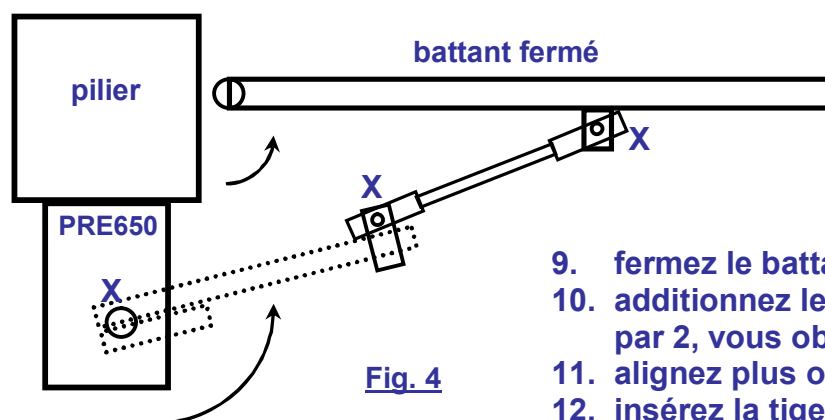

Fig. 4
12. insérez la tige filetée et réglez à l'aide de la pièce « A » le battant en position fermée (voir fig. 4)